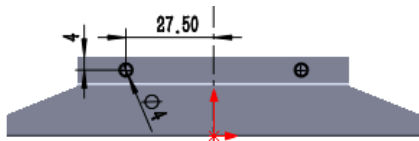
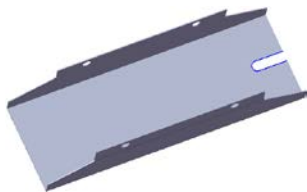

图 11.2.27 横断面草图
图 11.2.28 切除一拉伸 3
② 定义横断面草图。在草图环境中绘制图 11.2.27 所示的横断面草图。
(3) 定义切除深度属性。在“切除一拉伸”对话框 **方向1** 区域的  下拉列表中选择 **完全贯穿** 选项。选中 ☒ **正交切除(N)** 复选框，其他选择默认设置值。
(4) 单击  按钮，完成切除一拉伸 2 的创建。
Step10. 创建图 11.2.28 所示的切除一拉伸 3。